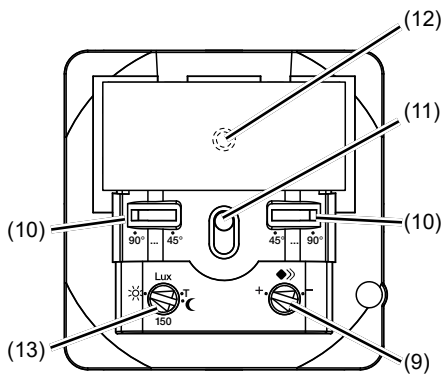

Figura 5: Elementos de manejo y ajuste
Por la parte derecha y la parte izquierda de cada ajustador (figura 5, 10), el ángulo de detección se puede limitar entre 45° ... 90°. De este modo, el ángulo de detección puede situarse entre 90° y 180° (figura 8).
- Ajustar el modo prueba. Para ello, colocar el potenciómetro de luminosidad de reacción (figura 5, 13) en posición **T**.
- Girar el potenciómetro de luminosidad de reacción (figura 5, 13) hasta la posición deseada.
- Girar el potenciómetro de sensibilidad (figura 5, 9) hasta la posición deseada.